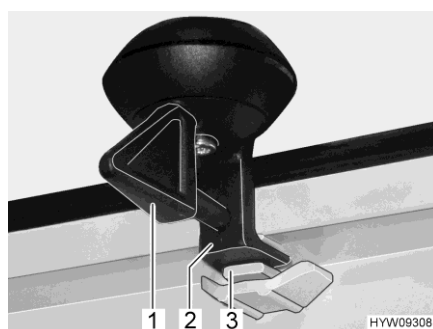

Fig. 30 Verrouillage (position de ventilation)
- Tourner le levier (Fig. 30,1) d'un quart de tour. Le dispositif de verrouillage (Fig. 30,2) doit pénétrer dans le logement supérieur (Fig. 30,3).